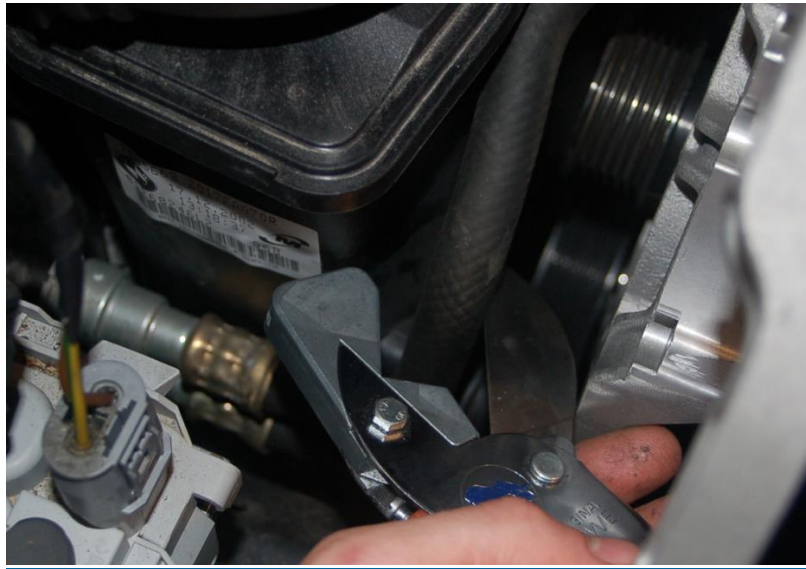

Abbildung 12
24. Servoölschlauch von Behälter zu Kühler mittig trennen (Abb. 12)